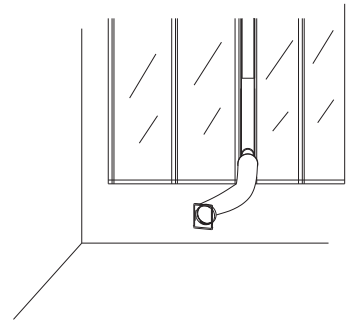

Fig. 8
9. Poser le conduit d'évacuation d'air, le kit de fenêtre et les accessoires sur la fenêtre conformément au schéma Fig8 illustré.